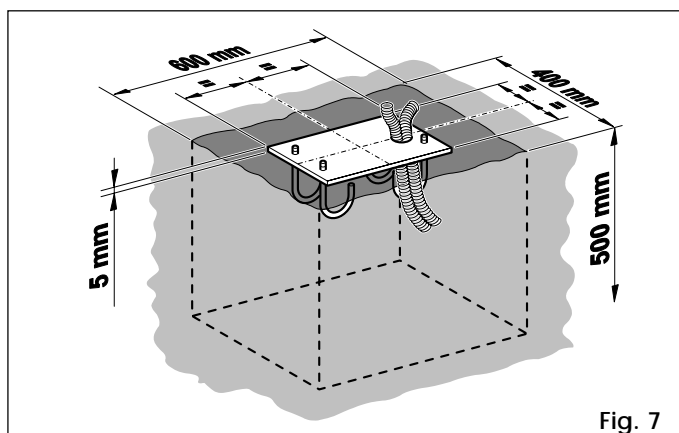

Fig. 7
- 2) Réaliser la plaque de fondation comme indiqué en fig.7 (sur terrain argileux)
- 3) Sceller la plaque de fondation comme indiqué en fig.7 en veillant à utiliser un ou plusieurs fourreaux pour le passage des câbles électriques. Vérifier la parfaite planéité de la plaque à l'aide d'un niveau à bulle. Attendre que le ciment ait pris.